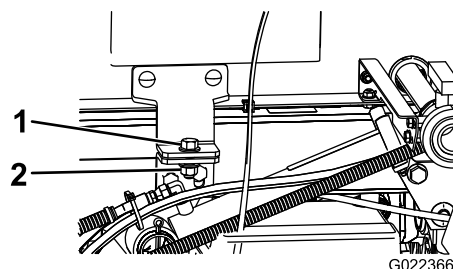

Figura 98
5. Demontați bolurile de siguranță din partea frontală a saniei (Figura 98).